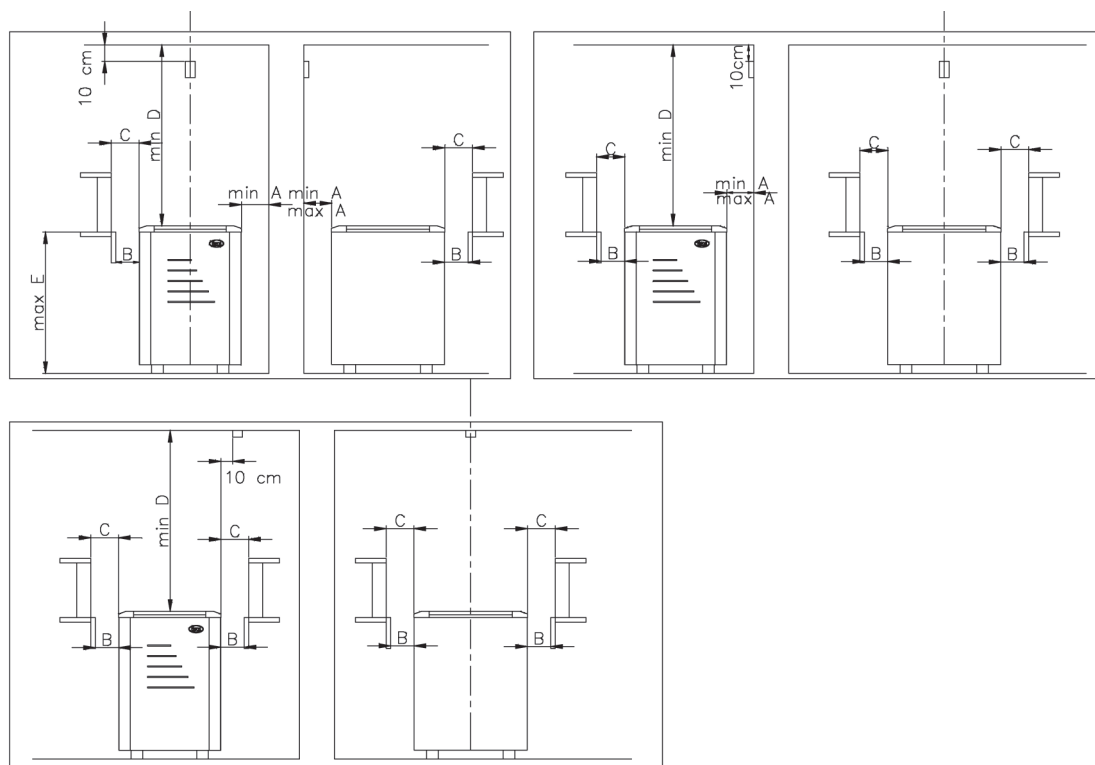

Abb. 1: Sicherheitsabstände des N-Saunaofens
**) Siehe Abb. 1
Beim Aufstellen des Saunaofens müssen die Sicherheitsabstände eingehalten werden. (Abb. 1)